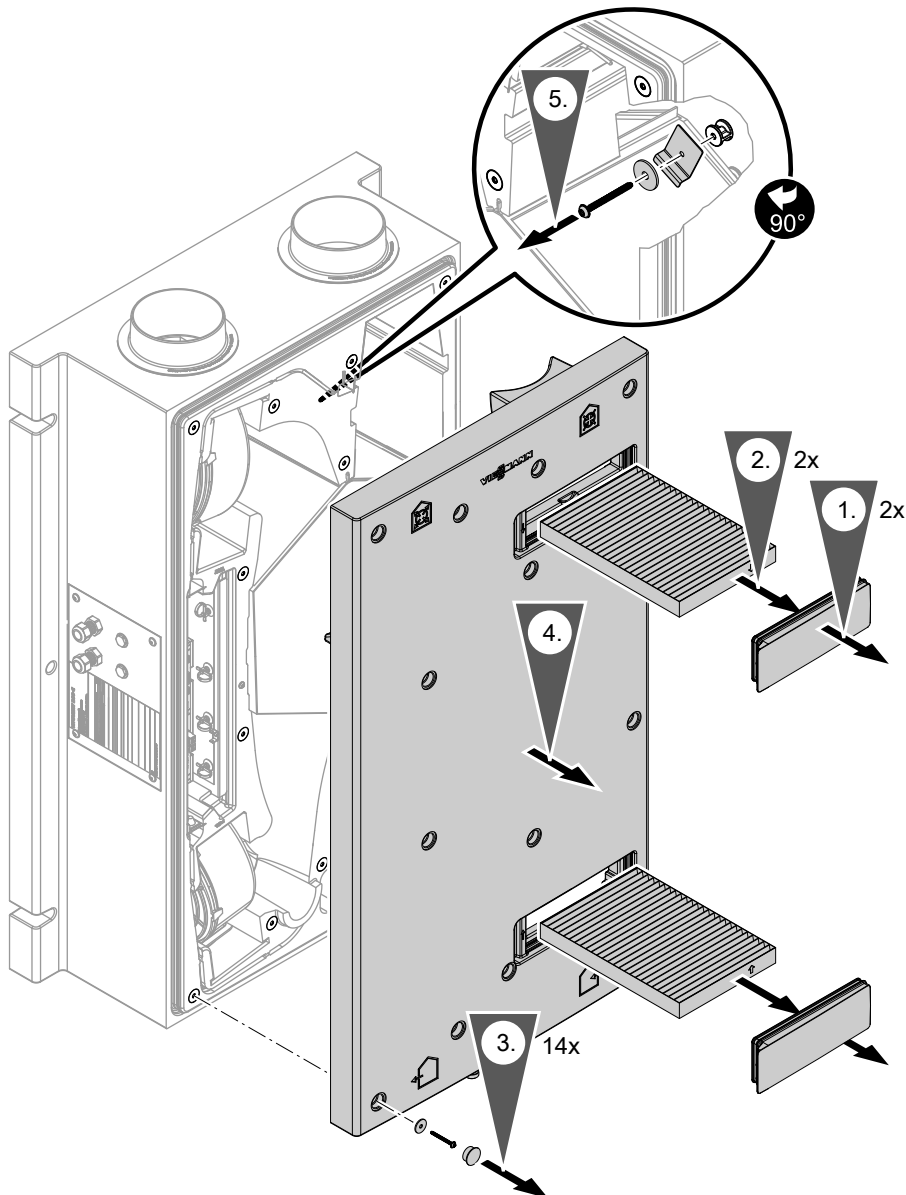
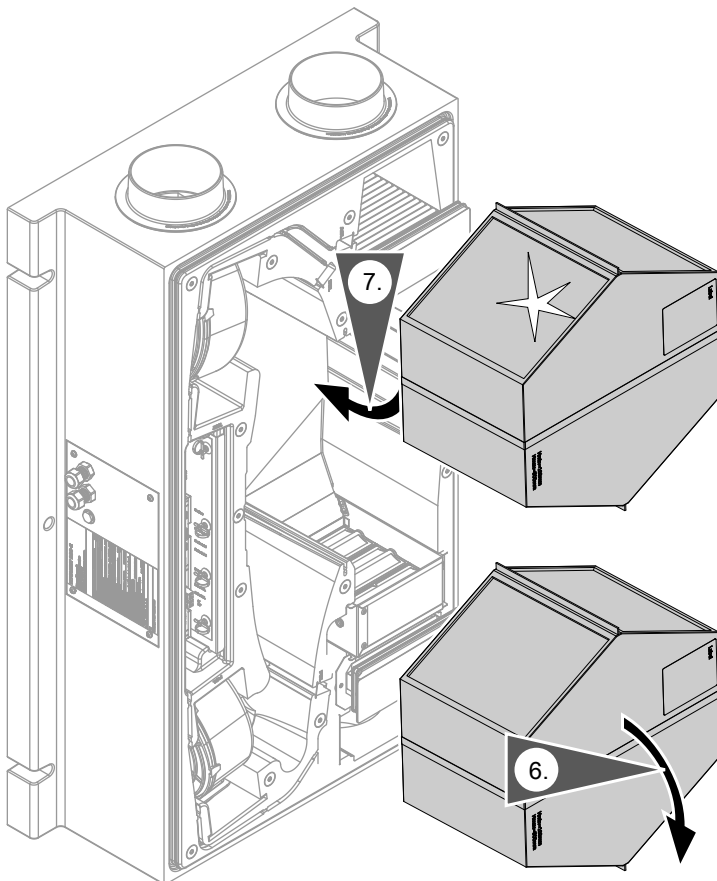

Abb. 17
Abb. 18
- (A) Außenluftkanal
- (B) Kondenswasserwanne
1. Außenluft-, Abluffilter und Wärmetauscher ausbauen (siehe Abb. 17 und Abb. 18).
2. Außenluftkanal (A), Kondenswasserwanne (B) und den übrigen Innenraum mit einem feuchten Tuch auswischen. Ggf. mit Staubsauger reinigen. **Keine** Reinigungsmittel verwenden!